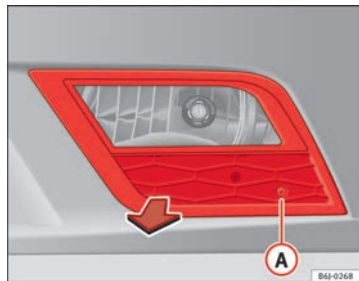

Fig. 140 Faro antiniebla
- Retire el tornillo ⇒ fig. 140 **A** de la rejilla del faro antiniebla precisando para ello un destornillador.